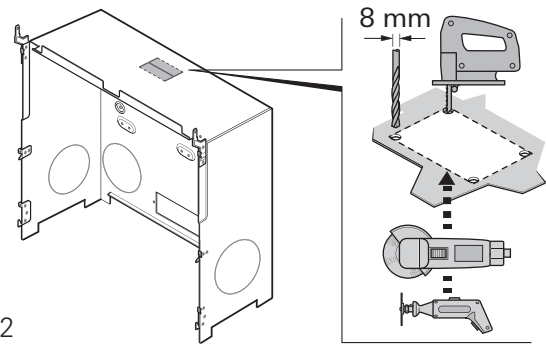

Fig. 12
- Forbor fire huller i hjørnerne med et 2,8 mm bor og bor dem ud med et 8 mm bor (Fig. 12).
- Sav det rektangulære hul ud. Hertil kan man f.eks. bruge en stiksav, et multifunktionsværktøj med metal-skæreskive eller en lille pladesaks (Fig. 12).